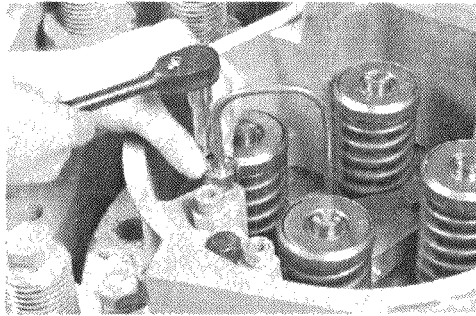

Figura 7.4 Línea de drenaje de fugas de la tobera.
5. Desconectar y retirar la línea de drenaje de fugas de la tobera. (figura 7.4)